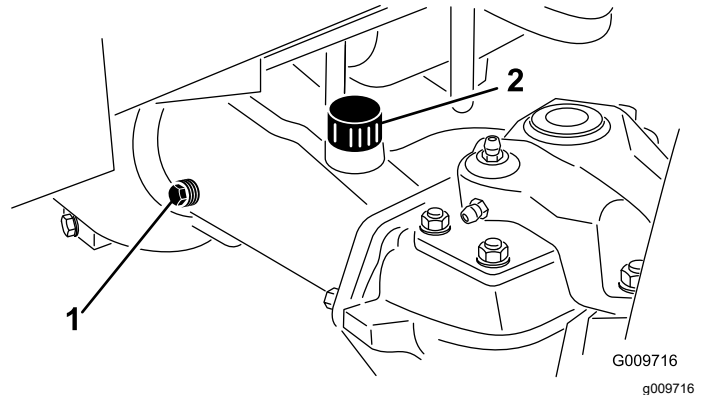

Figura 57
2. Retire un tapón de verificación de un extremo del eje y asegúrese de que el lubricante llega al borde inferior del orificio (Figura 57).